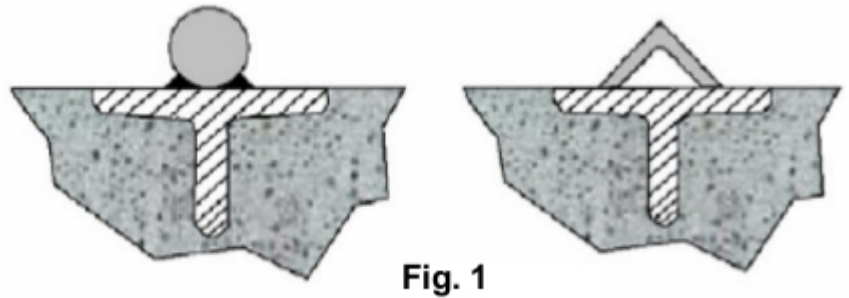
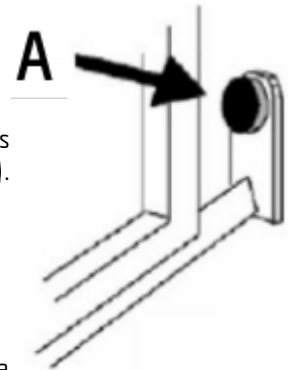
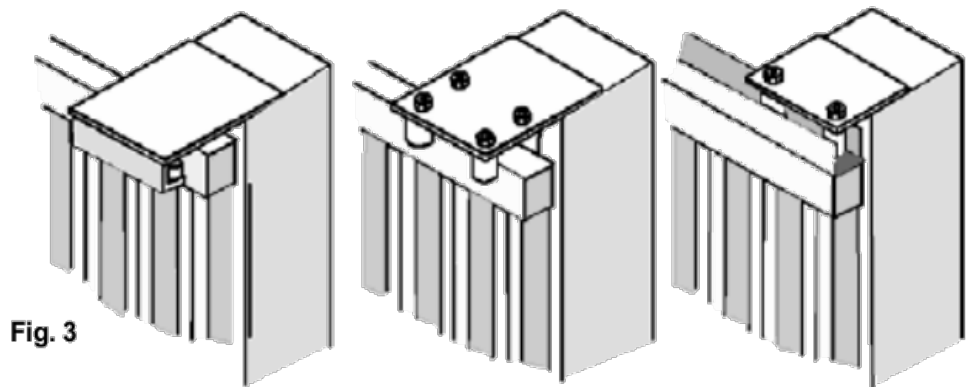

Fig. 1
Fig. 2
Fig. 3
IT L'installazione e il collaudo devono essere eseguite solo da personale qualificato. Il costruttore declina ogni responsabilità per danni derivati da errate installazioni dovute ad incapacità e/o negligenza. Prima di procedere all'installazione, verificare che il cancello sia perfettamente funzionante. È opportuno infine verificare che la guida di scorrimento a terra (Fig.1) sia idonea alle ruote utilizzate, non presenti malformazioni e che sia a livello, che vi sia (A) il fermo meccanico in apertura (Fig.2) al fine di evitare che il cancello fuoriesca dalle guide superiori (Fig.3).
EN Installation and testing should be performed only by qualified personnel. The manufacturer is not responsible for damages caused by incorrect installations due to incompetence and/or negligence. Before installation, check that the gate is fully operational. Lastly, it should verify that the ground sliding guide (Fig.1) and that it is suitable for the wheels used, doesn't present malformations and it is at level, that there is (A) the mechanical stop in opening (Fig.2) in order to prevent the gate going outside the upper guides (Fig.3).
ES Instalación y pruebas deben ser realizadas sólo por personal cualificado. El fabricante no se hace responsable de los daños causados por instalaciones erróneas debido a la incompetencia y/o negligencia. Antes de la instalación, compruebe que la cancela esté en buen estado. En fin debe verificar el buen deslizamiento de la guía (Fig. 1) y que sea adecuado para las ruedas usadas, que no hayan malformaciones, que esté bien a nivel, y que está presente (A) el tope mecánico en la apertura (Fig.2) con el fin de evitar que la hoja siga fuera de las guías superiores (Fig.3).
FR L'installation et les essais doivent être effectués que par du personnel qualifié. Le fabricant n'est pas responsable des dommages causés par une mauvaise installation par incompétence et/ou d'une négligence. Avant l'installation, vérifiez que la porte soit pleinement opérationnel. Enfin, il convient de vérifier que sur le guide de coulissement du sol (Fig.1) et qu'il n'y a pas de défaut, il n'y a pas des malformations et qu'elle soit à niveau, qui soit présent (A) la butée mécanique en ouverture (Fig.2) afin d'empêcher à la porte de sortir des guides supérieurs (Fig.3).